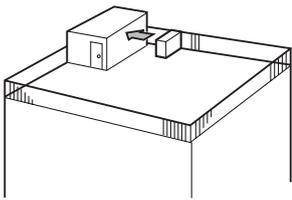

Fig. 2-4
- ① Hava çıkışını, en yakındaki duvara doğru, duvardan yaklaşık 500 mm uzaklıkta olacak şekilde yerleştirin. (Fig. 2-4)